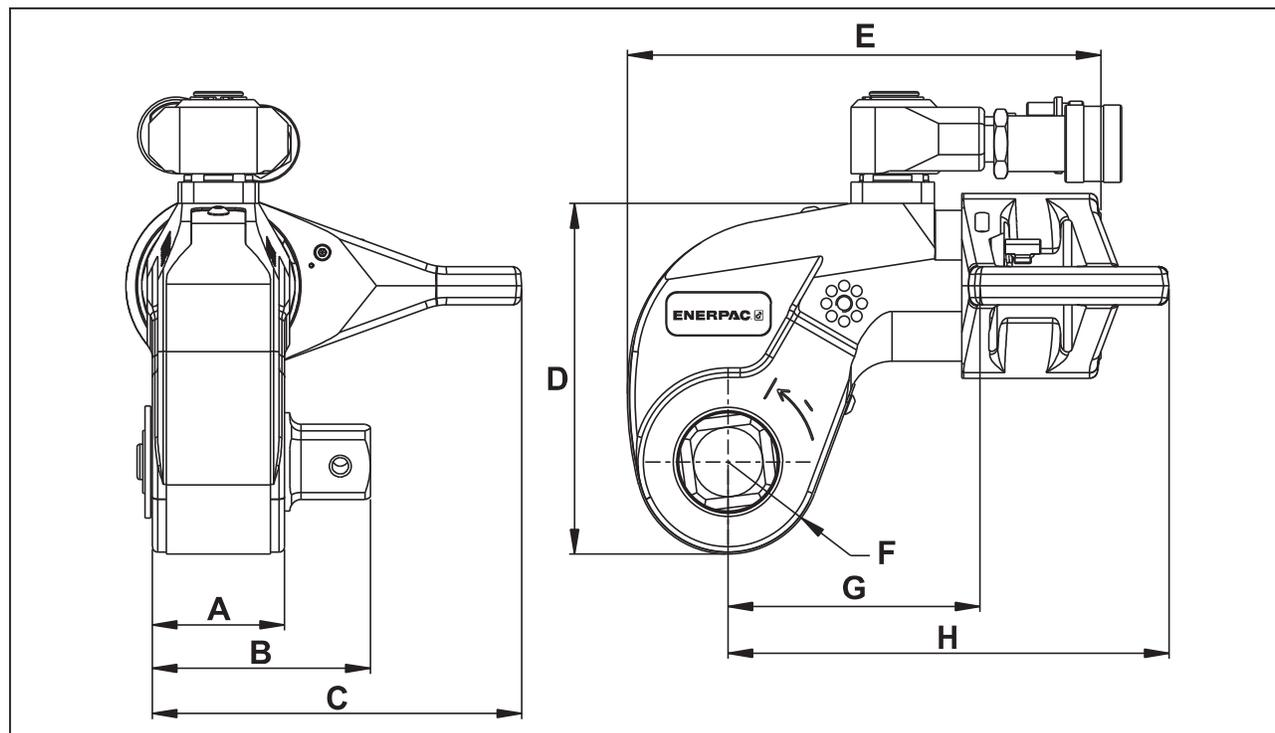

Fig. 28
6.1 Capacités, dimensions et autres données produits (fig. 28)